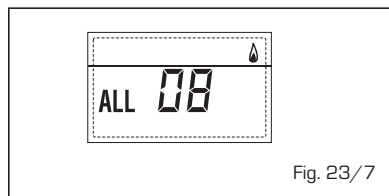

Fig. 23/7
- **ANOMALÍA CIRCULACIÓN AGUA "ALL 09"** (fig. 23/8)